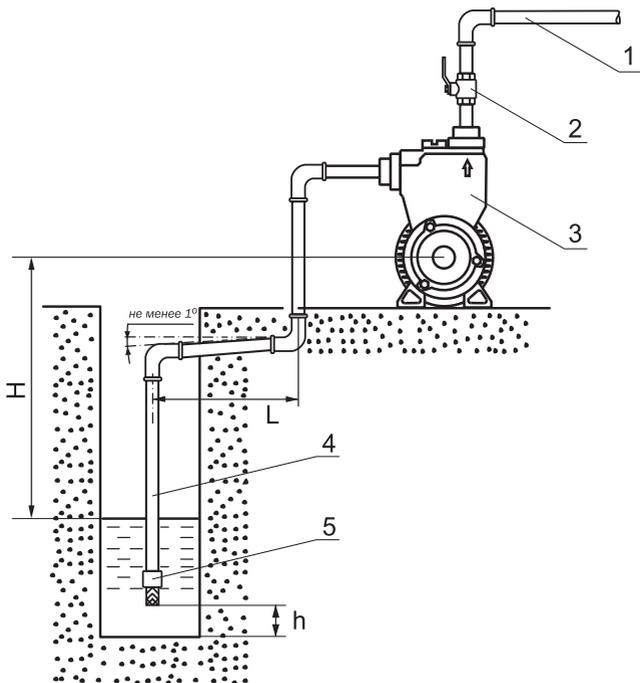
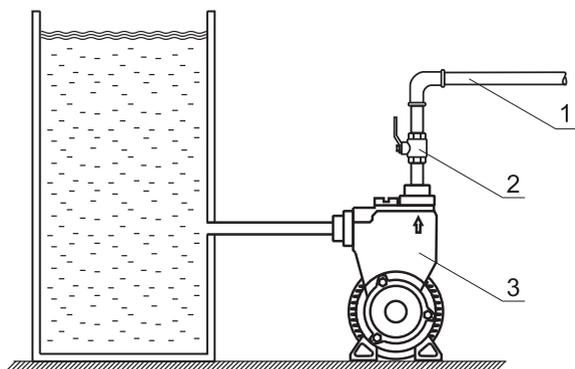

Рис.4 Подача воды из колодца
Рис.5 Подача воды из емкости
- Насосную станцию следует устанавливать непосредственно около источника водозабора (см. **Рис.4**, **Рис.5**). При монтаже старайтесь минимизировать количество резких сужений, расширений и поворотов всасывающей магистрали;
- В качестве всасывающей магистрали (**Рис.4, поз.4**) рекомендуется использовать жесткие металлические или пластиковые трубы, а так же несминаемые гибкие армированные шланги. Диаметр шланга или трубы должен точно соответствовать диаметру входного отверстия насоса;
- При монтаже всасывающей магистрали необходимо обеспечить непрерывный угол наклона от насоса к источнику водозабора не менее одного градуса к горизонту, обратные углы на всасывающей магистрали не допускаются. Монтаж всасывающей магистрали длиной более 10 метров по горизонтали (L) нежелателен, так как это приведет к уменьшению высоты всасывания. При определении высоты всасывания (H) следует учитывать падение уровня воды в колодце в засушливый период. Расстояние от дна колодца до всасывающей магистрали (h) не менее 0,3 м;
- Для облегчения заполнения насосной станции и всасывающей магистрали водой перед пуском и предотвращения ее вытекания из системы при отключении насосной станции, необходимо установить на конце всасывающей трубы обратный клапан 1" с сетчатым фильтром (**Рис.4, поз.5**);
- Для насосной станции рекомендуется в напорной магистрали (**Рис.4, Рис.5, поз.1**) на выходном патрубке установить вентиль (**Рис.4, Рис.5, поз.2**). Он пригодится при регулировке реле давления, позволяя не отходя от насоса перекрывать и открывать напорную магистраль. Кроме того, при демонтаже насоса этот кран будет препятствовать вытеканию воды из напорной магистрали.